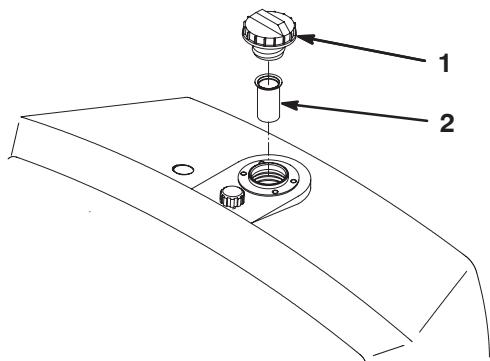

Figure 28
2. Sortez la jauge du réservoir et vérifiez le niveau d'huile. L'huile doit arriver au bas de la crête dans le goulot de remplissage (Fig. 28).